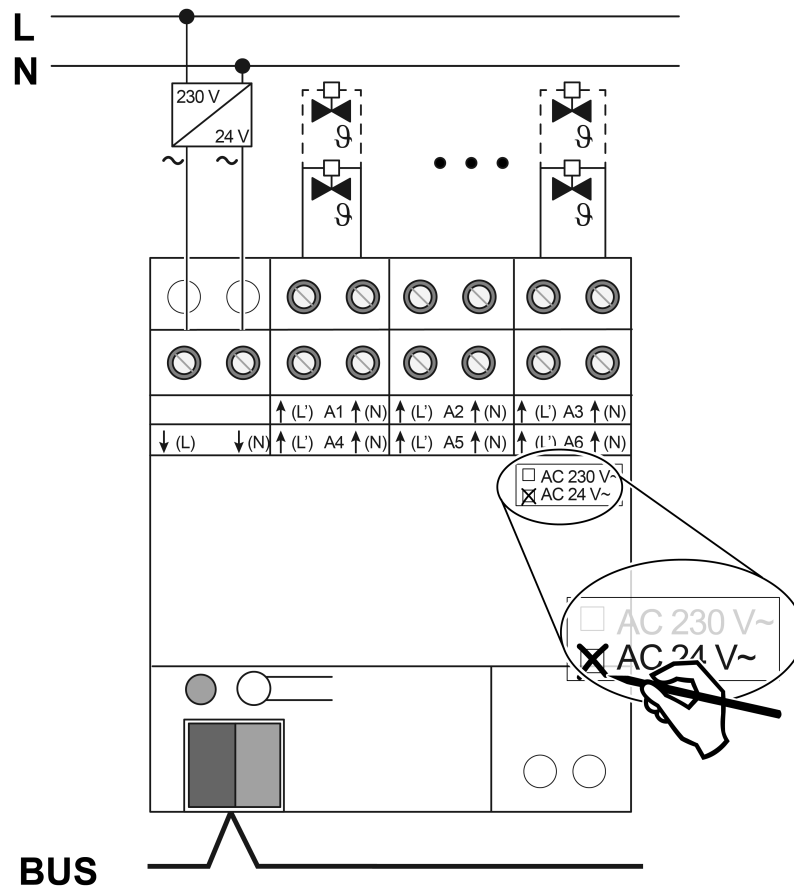

Figure 3: Raccordement de servomoteurs 24 V
- Raccorder les servomoteurs 24 V AC conformément au schéma de raccordement (voir figure 3).
- Raccorder l'alimentation pour les servomoteurs aux bornes ↓(L) et ↓(N) (1).